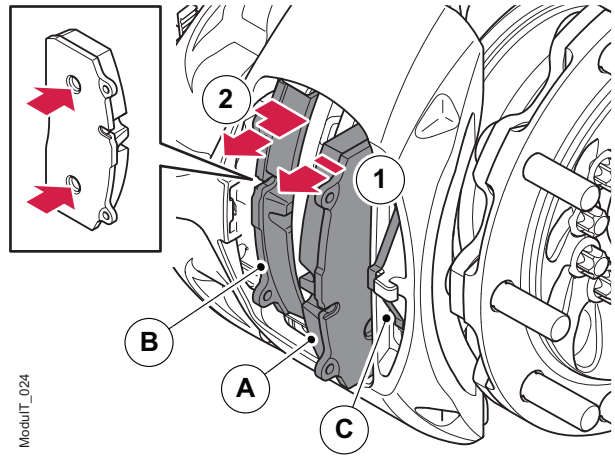

Figura 33. Desmontaje de las pastillas de freno
5. Desmonte las pastillas de freno; quite siempre primero la pastilla exterior (A) y luego la interior (B). Véase la figura 33.